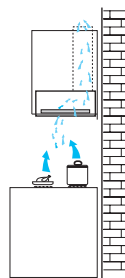

Abb. 2
- Die Luft wird gefiltert und in den Raum zurückgeführt. **Abb. 2.**